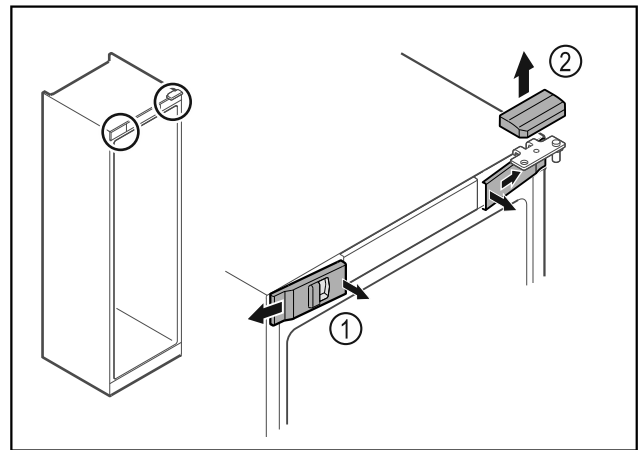

Fig. 5 *
- Vordere Abdeckungen Fig. 5 (1) innen ausrasten und zur Seite abnehmen.*
- Obere Abdeckung Fig. 5 (2) nach oben abnehmen.*